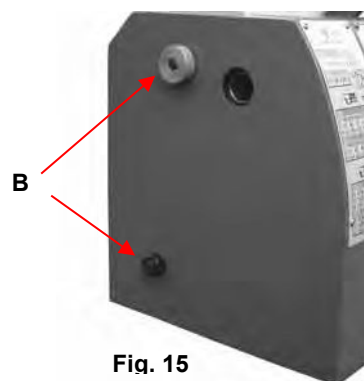

Fig. 15
1. Allentare le due viti di fissaggio (B, Fig. 15) e rimuovere il coperchio di protezione.